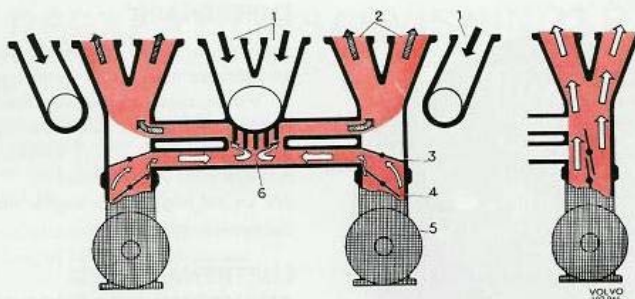

Bild 16. Avgaskontroll.
Systemet åstadkommer en fullständigare förbränning med lägre koloxid- och kolvätehalt i avgaserna. Detta sker genom ett modifierat insugningssystem, som tillåter en mera exakt och magrare bränsleluftblandning. Bild 16 visar principen för systemet på B 18 B-motorn.
Insugningsröret är försedd med två sekundärspjäll (3, bild 16). Under normal körning (med lågt effektuttag) är spjällen (3) stängda (vänstra delen av bild 16) så att bränsleluftblandningen från förgasarna leds till en central förvärmningskammare (6) där blandningen värms upp av avgaserna och förångas fullständigt.